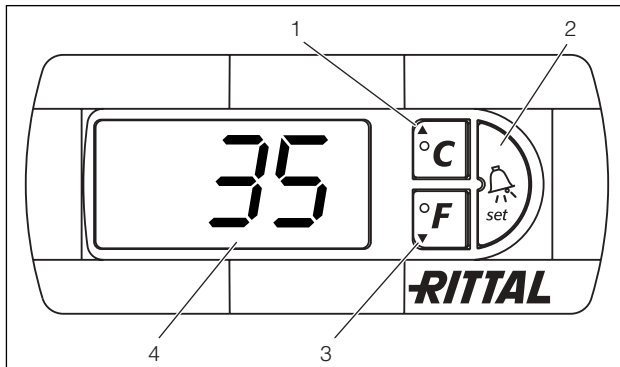

Bild 28: Komfortcontroller
Comfortcontrollern har en 7-segmentsdisplay (bild 28, nr. 4). När strömmen kopplats på visas först mjukvaruversionen under ca. 2 sekunder, därefter ett förinställt alternativ (t. ex. t10) resp. temperaturen. I normal drift visar meddelandet både temperatur (i grad Celsius eller grad Fahrenheit, omkopplingsbar) och även störningar.
Programmering av apparaten görs via knapparna 1 – 3 (bild 28) Parametrarna för detta visas likaså på displayen.
- Tryck samtidigt på knapparna 1 och 2 (bild 28) i minst 5 sekunder.
Med knapparna 1, 2 och 3 (bild 28) kan du ändra 24 parametrar inom angivna områden (minimivärde, maximivärde).